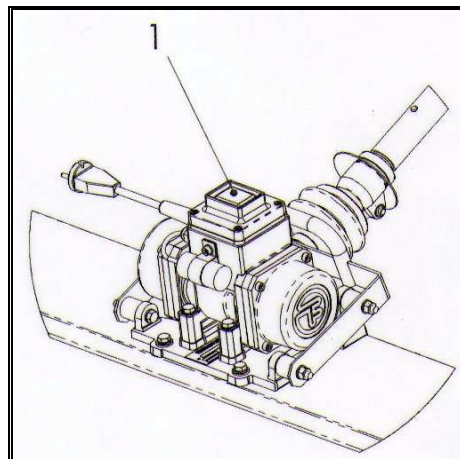

Fig.: 1.8-1
- 3.- Überprüfen Sie, dass der Schalter **Pos. 1** über den Anschlusskasten des Motors auf Position **“0”** steht. (Siehe Fig. 1.8-1).